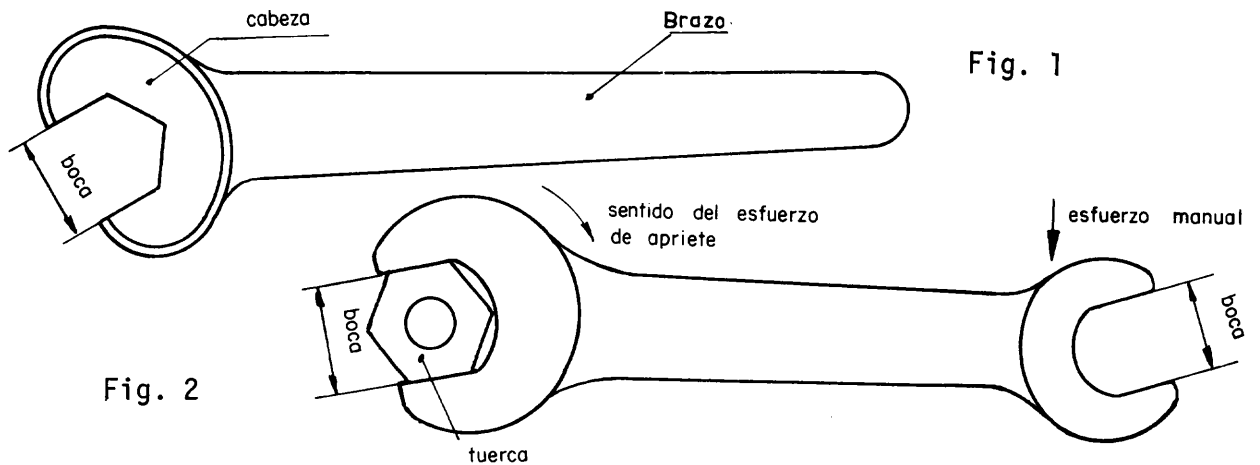

Fig. 2
*Llave de boca fija simple* existen dos tipos: de una boca (figura 1) y de dos bocas (fig. 2).